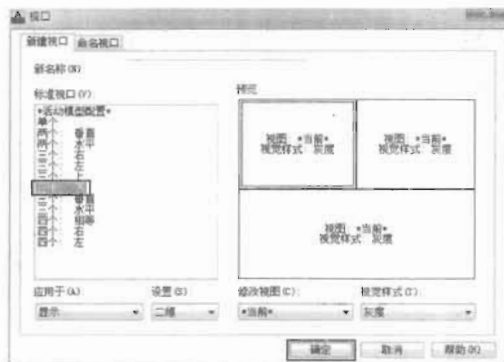

图 15-101
(2) 为了便于操作,可以设置 3 个或 3 个视口。执行“视图>视口>新建视口”菜单命令,在“视口”对话框中选择“三个:下”,如图 15-101 所示。